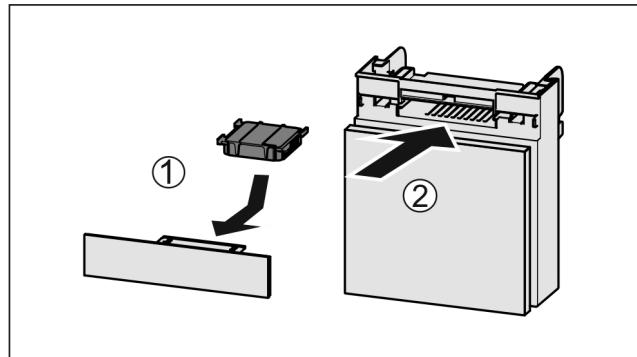

Fig. 167
- Поставете Fig. 167 (1) филтъра с активен въглен, както е показано на фигурата.
- Вкарайте Fig. 167 (2) отделението.